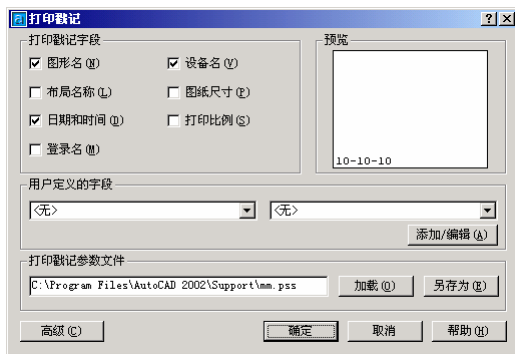
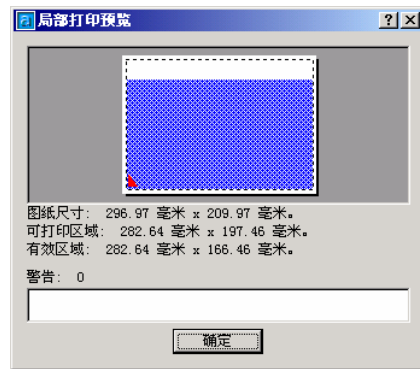

图 7-22 设置打印戳记
图 7-23 局部打印预览
- (1) 在“打印设备”选项卡中，可以打印设置等进行设置。
- ①在“打印机配置”组框中，可以对打印设备进行设置。
- ②在“打印样式表”组框中，可以对打印样式表进行设置。
- ③在“打印戳记”组框中，可以设置打印戳记。
- b. 单击“设置”按钮，在弹出的对话框中可以设置打印戳记，如图 7-22 所示。
- ④在“打印范围”组框中，可以指定打印的内容。
- ⑤在“打印到文件”组框中，可以指定将打印内容输出到文件时的各种设置。
(2) 在“打印设置”选项卡中，用户可以直接在“页面设置名”下拉列表中选择已有的页面设置用于打印设置，并进行进一步的修改。
(3) 在“打印”对话框中，还可以进行以下设置。
①在“布局名”组框中，显示当前布局的名称，如果当前在“模型”选项卡中，则显示为“模型”。此外，选中“将修改保存到布局”复选框，可以将当前的打印设置保存的布局的页面设置中。
②在“页面设置名”组框中，可以选择命名的页面设置或将当前的打印设置命名保存，具体过程参见“页面设置”对话框。
③单击“完全预览”按钮，可以按钮实际打印效果预览整个打印图形。
④单击“局部预览”按钮，可以快速并精确地显示相对于图纸尺寸和可打印区域的有效打印区域，如图 7-23 所示。